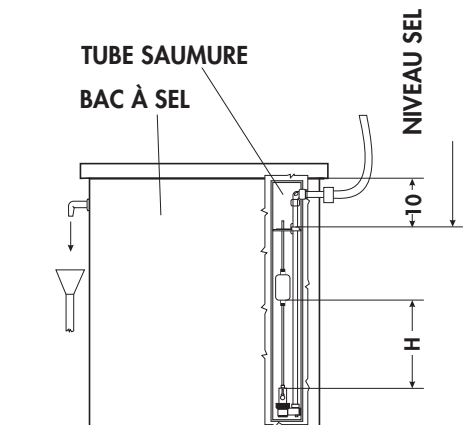

Fig. 5
- remplir le bac à sel jusqu'à 10 mm du bord du tube saumure (Fig. 5)